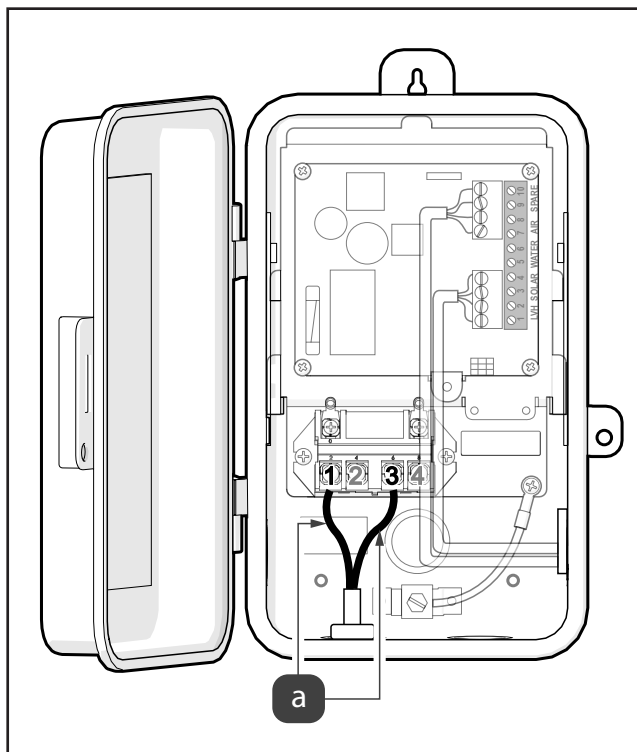

Figura 2. Conecte los cables de entrada
9. Conecte una entrada de 'línea' en el terminal 1 y la otra en el terminal 3; consulte la Figura 2 (a).